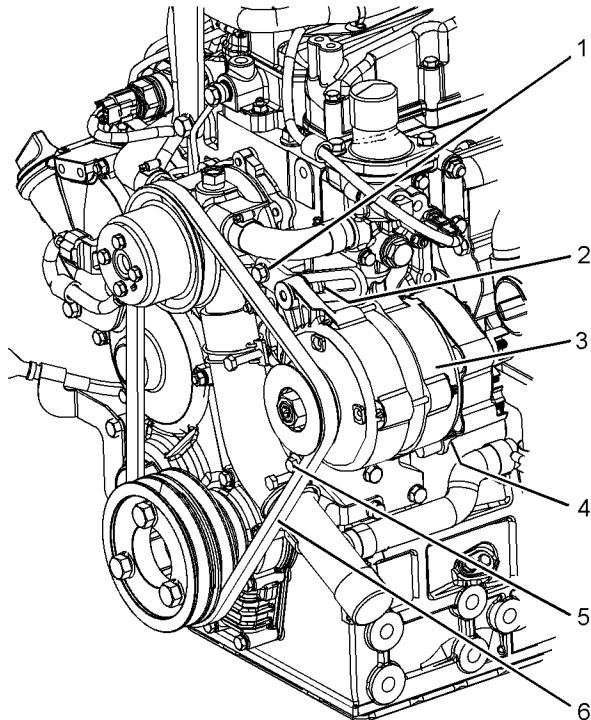

図 49
1. オルタネータベルト(6)をオルタネータ(3)、ウォータポンプブーリー、およびクランクシャフトブーリーに配置します。オルタネータベルトがオルタネータブーリー、ウォータポンプブーリー、およびクランクシャフトブーリーに正しく配置されていることを確認してください。図49を参照してください。